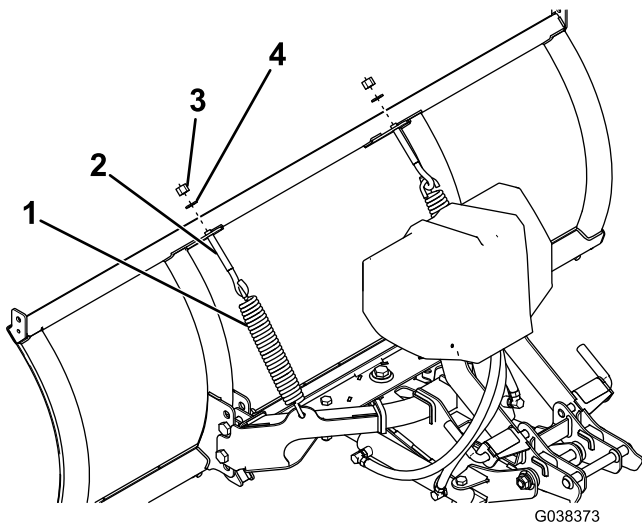

Figure 4
5. Accrochez les 2 ressorts de déclenchement dans les trous sur le cadre de poussée (Figure 4).
6. Accrochez l'autre côté des ressorts de déclenchement aux 2 boulons à œil (Figure 4).
7. Insérez l'extrémité fileté des boulons à œil dans les trous sur la lame chasse-neige et fixez-les avec 2 rondelles (1/2 po) et 2 écrous autobloquants (Figure 4).